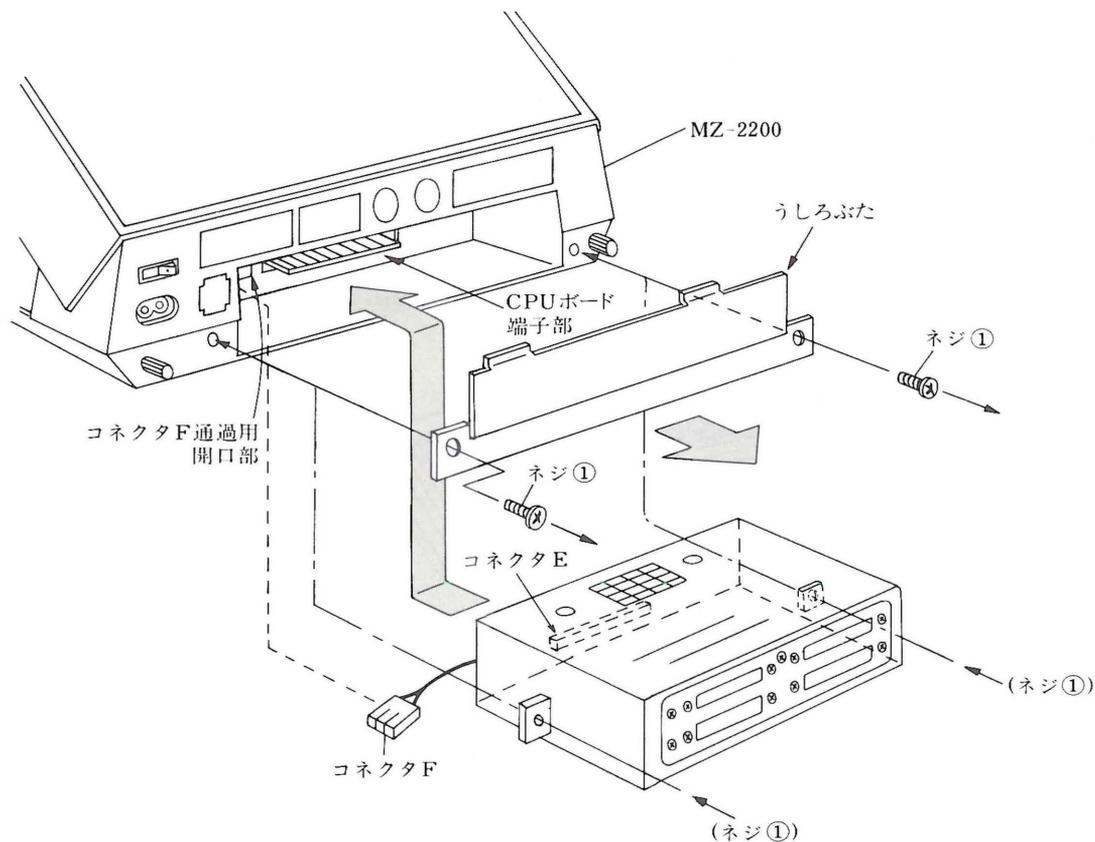
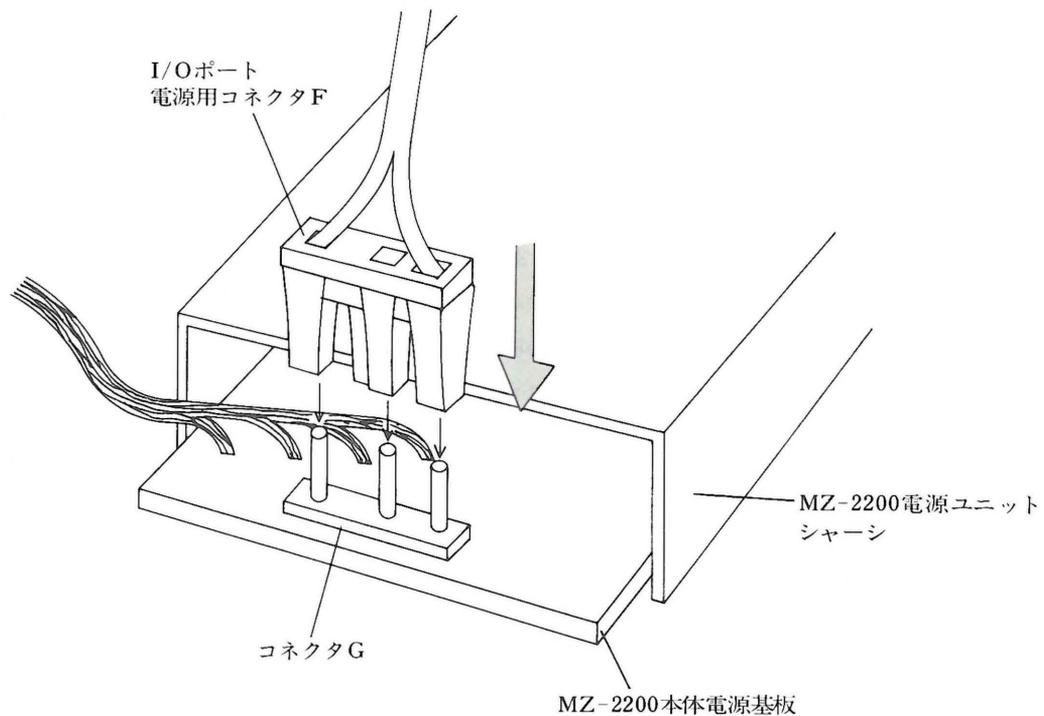

図 3-3
図 3-4
MZ-2200に付属の拡張I/Oポートは、前掲の図3-1に示されている通り、MZ-2200本体内の一番後部のスペースにセッティングを行います。この拡張I/Oポートのセッティング手順を図3-3、図3-4に示します。
- (1) MZ-2200本体後部にあるI/Oポート取付部のウシロブタの両サイドにある2本のネジ①を外し、本体よりうしろふたを取り外します。
- (2) この開口部へ拡張I/Oポートを図の向きに挿入します。この際、I/Oポートの電源用コネクタFを本体内部の電源ユニットへ接続できるように、図に示す開口部の奥の窓へ通しておきます。
- (3) 開口部の奥にあるCPUボードの端子部とI/OポートのマザーボードにあるコネクタEを接続します。
- (4) (1)で取り外した2本のビス①で本体とI/Oポートを固定します。(以上の作業は図3-3を参照ください)
- (5) I/Oポート電源用コネクタFを図3-4に示すように本体電源ユニットに設けられているコネクタGにさし込みます。接続の際、方向性がありますので注意してください。